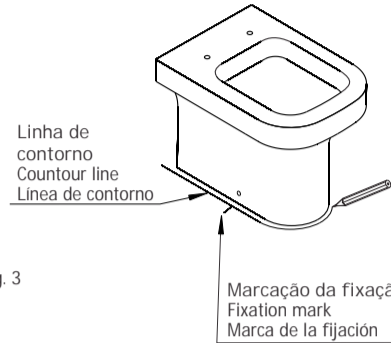
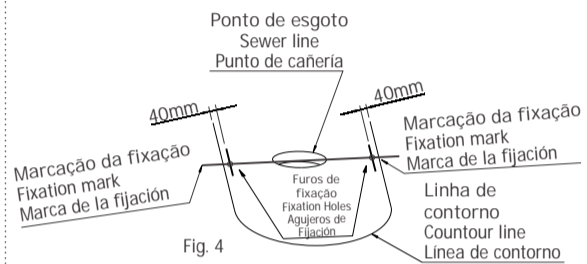

Fig. 3
Fig. 4
Posicione a bacia no local de instalação, trace no piso uma linha em todo o contorno da base da louça, marque também no piso a posição dos furos de fixação da bacia (Fig. 3). Retire a bacia e ligue as duas marcações referentes a fixação com uma reta. Medir 40mm a partir da linha de contorno da bacia, sobre a linha de fixação e marcar. Furar o local demarcado com uma broca de 10mm e inserir a bucha S10C (item 1). (Fig. 4).
With the basin in its installation location, draw a line around the external lateral surface of the basin and mark the flooring according to the center of the fixing holes (Fig. 3). Remove the basin, extend the reference lines to the fitting holes; measure 40mm in the direction of the sewer line and mark the floor (Fig. 4); Drill a hole at the demarcated location with a drill bit of 10mm and insert the S10C bushing (item 1). (Fig. 4).
Posicionar el sanitario en el local de instalación, diseñar una línea en el piso contornando toda la lateral externa del sanitario y marcar el piso de acuerdo con el centro de los agujeros de fijación (Fig. 3). Retirar el sanitario, prolongar las líneas referentes a los agujeros de fijación, medir 40mm en dirección al punto de alcantarilla y marcar el piso (Fig 4). Romper el local señalado con un taladro de 10mm e introducir el buje S10C (item 1). (Fig. 4).